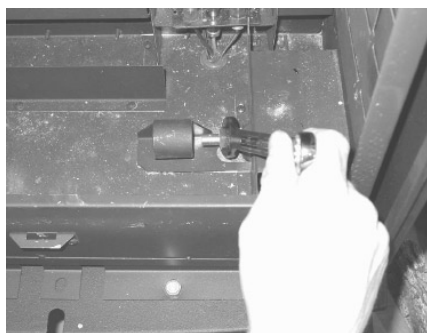
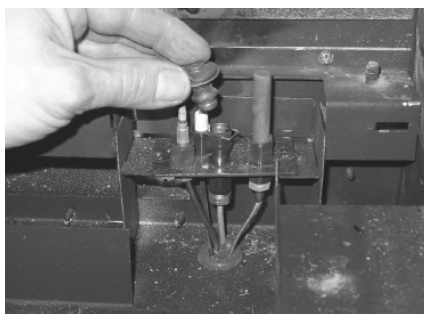

FIG. 5
FIG.6
5. Avec une clé 5/8", enlevez l'écrou qui retient l'orifice. Remplacez avec l'orifice approprié. (076 LP / .125 NG) (**Fig. 5**).
6. Enlevez le chapeau du capot et mettez-le de côté. (**Fig. 6**) **NOTE: N'enlevez pas la clip qui retient le dessus du pilote.** En utilisant une clé Allen avec la tête 5/32", enlevez l'injecteur du pilote et le remplacer avec un injecteur approprié. (NG #35 / LP #62) (**Fig. 7**).
4. Installez la brique arrière. Glissez-là avec un angle placez-là au-dessus de la plaque arrière qui retient la brique. **(Fig. 5)** Pliez les languettes de retenue à la main pour tenir la brique en place. **NOTE:** Pour le poêle Hudson Bay, la languette de retenue arrière supérieure de la brique est employé. Référez vous à la **Fig. 6**.
3. Installez la bûche supérieure droite (#5) sur les goupilles de localisation dans la bûche arrière droite et dans la bûche avant droite. (**Fig. 5**)
4. Installez la bûche supérieure gauche (#6) sur les goupilles de localisation dans la bûche arrière droite et dans la bûche avant gauche. (**Fig. 6**)